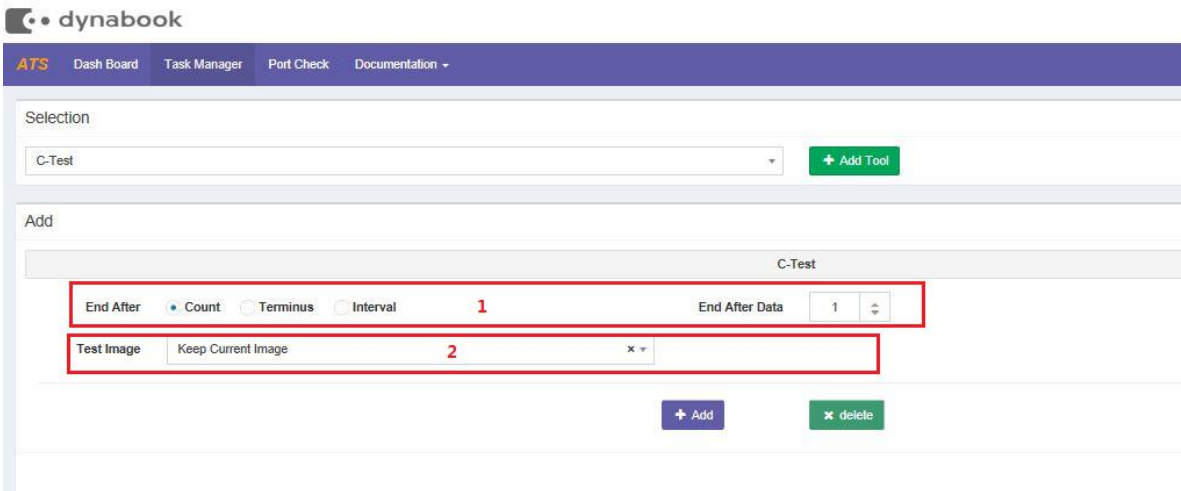

图 17
- a. 图 17 中的 1，Count 表示 C-Test 跑的圈数，Terminus 表示 C-Test 跑的截止时间,Interval 表示 C-Test 跑的时长。
b. 图 17 中的 2，表示测试镜像。